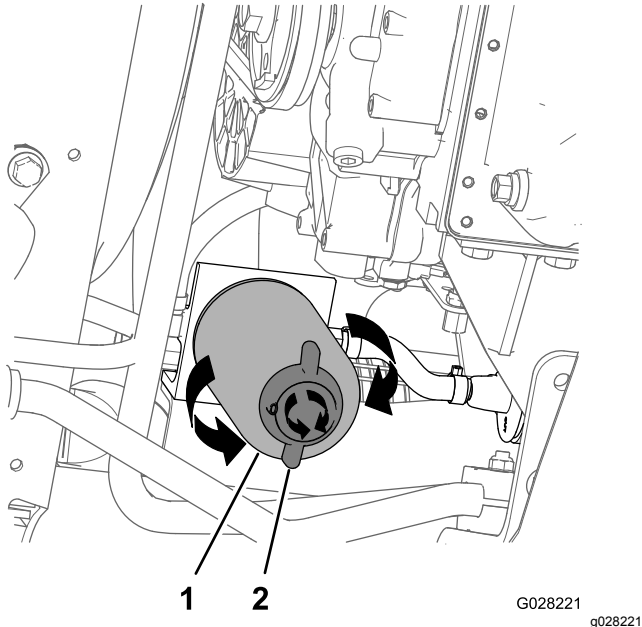

Bild 75
4. Stellen Sie eine Auffangwanne unter den Kraftstofffilter, siehe Bild 75 in Auswechseln des Wasserabscheider-Filters \(Seite 63\).
4. Reinigen Sie den Bereich um den Wasserabscheider-Filter und die Befestigung des Filteradapters (Bild 75).
5. Entfernen Sie den Wasserabscheider-Filter (Bild 75).
9. Stellen Sie sicher, dass das Ablassventil unten am Wasserabscheider-Filter ganz nach rechts gedreht ist (Bild 75).
2. Stellen Sie eine Auffangwanne unter den Wasserabscheider-Filter (Bild 75).